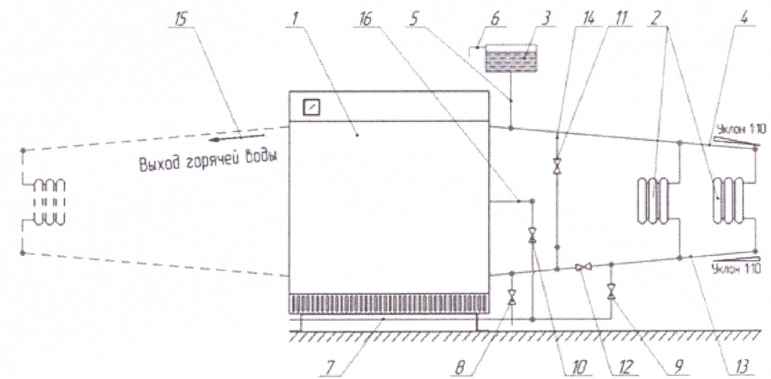

Рисунок 4 Принципиальная схема подключения аппарата к системе отопления и горячего водоснабжения (рекомендованная)
5.2.2.2. Принципиальная схема подключения аппарата к системе отопления и горячего водоснабжения приведена на рис. 4. Подбор отопительных приборов (радиаторов) и диаметр трубопроводов в системе отопления в каждом частном случае выполняется по расчетам, выполненным специализированной организацией, при условии достижения циркуляции воды, которая бы обеспечила температуру воды в подающем трубопроводе 50°C и 40°C в обратном трубопроводе при температуре воздуха 0°C .
Для получения горячей воды из водонагревателя необходимо поддерживать температуру воды в аппарате $80-90^{\circ}\text{C}$, для чего при монтаже аппарата (рис. 4) рекомендуется устанавливать перепускную трубу с краном (11).
6.8 При пользовании горячим водоснабжением температуру горячей воды регулируйте потоком холодной воды краном (10) (см. рис. 4).